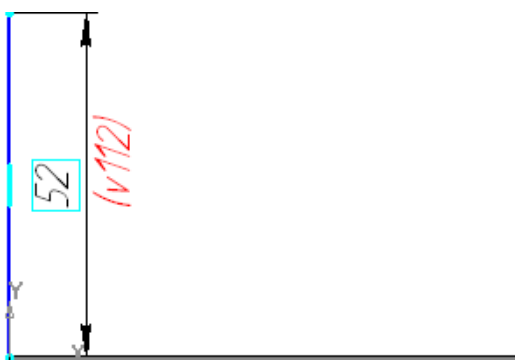

Рисунок 9.
- Из точки начала координат постройте в эскизе вертикальный отрезок и проставьте к нему размер. 52 мм. Этот размер будет определять высоту детали (рис. 9).